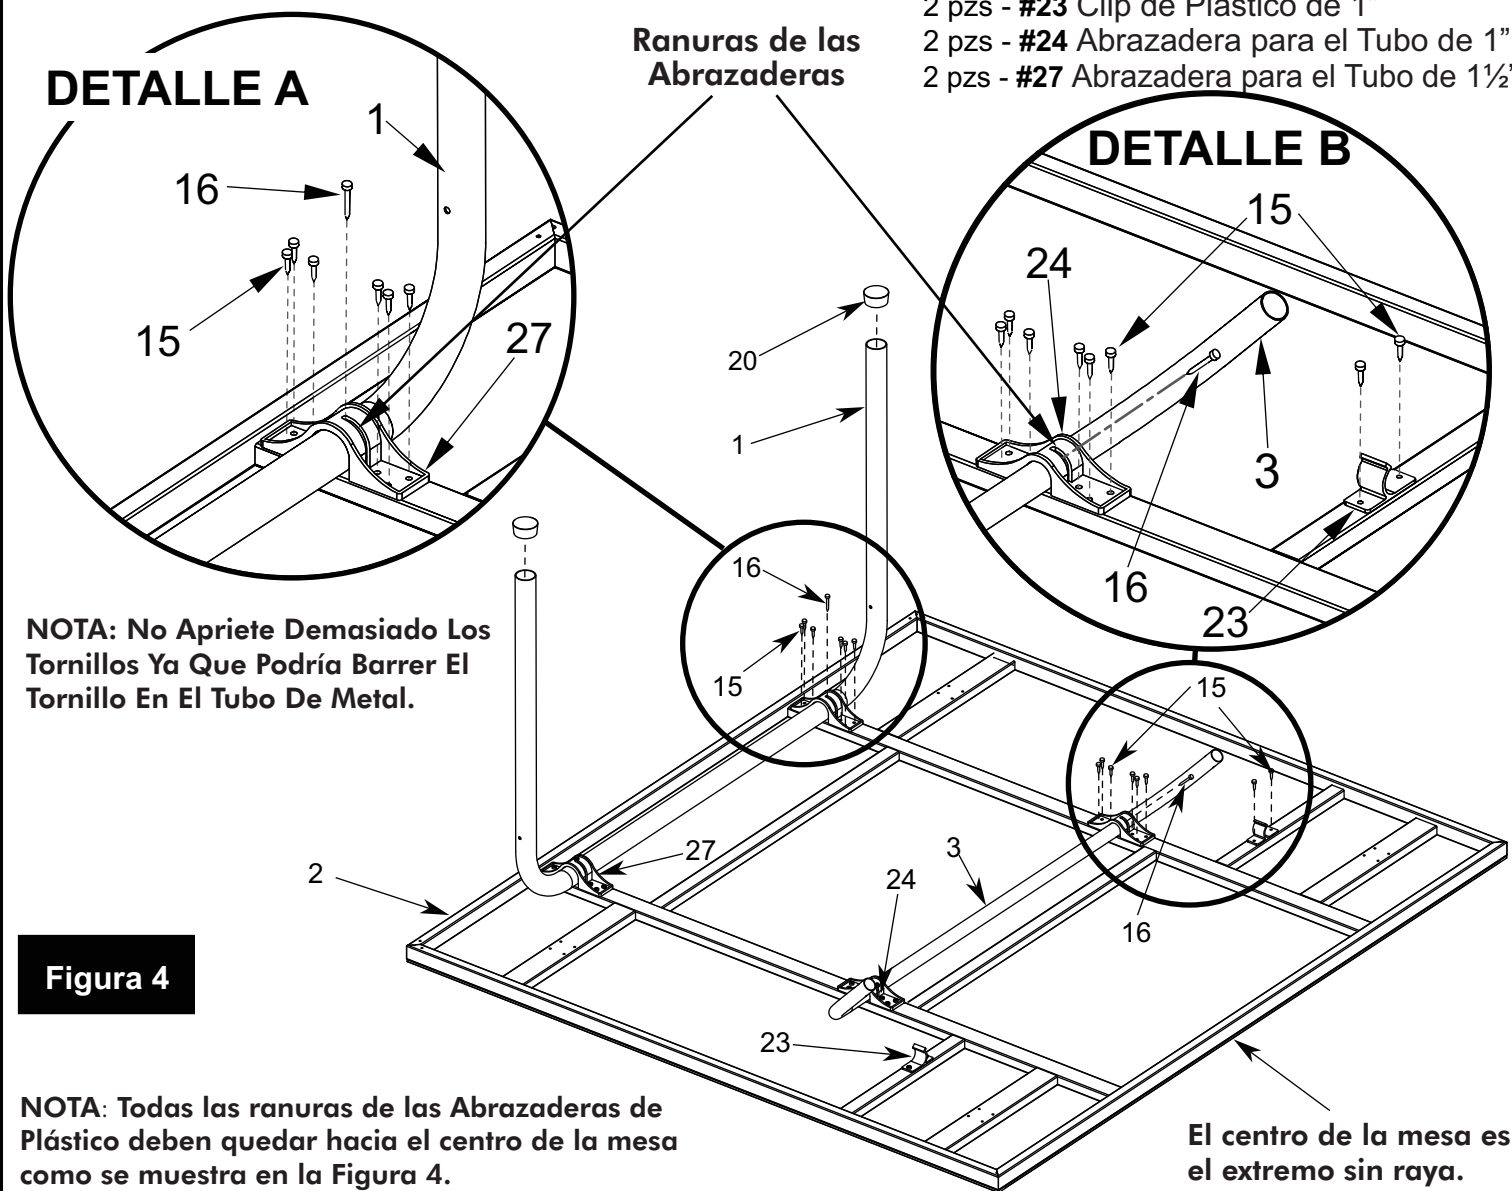

Figura 4
4. A) Instale los dos Clips de Plástico de 1" (#23) en la parte de abajo del tablero de aluminio utilizando cuatro tornillos (#15) como se muestra en la **FIGURA 4** y en el **DETALLE B**.
- B) Instale la pata en "U" (#1) con dos Abrazaderas de Plástico para el tubo de 1-1/2" (#27) como se muestra en la **FIGURA 4** y el **DETALLE A**. Instale con doce tornillos (#15). **PRECAUCIÓN: Las ranuras de las Abrazaderas de Plástico (#27) deben quedar hacia el centro de la mesa exactamente como se muestra ó la mesa no funcionará correctamente.**
NOTA: Todas las ranuras de las Abrazaderas de Plástico deben quedar hacia el centro de la mesa como se muestra en la Figura 4.